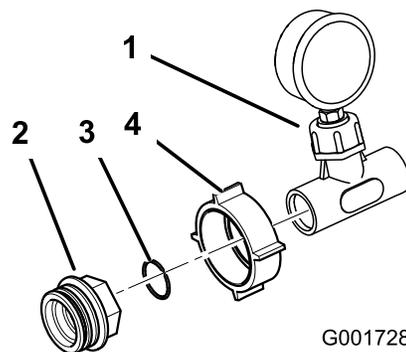

Figura 15
15. Instale a porca de plástico grande no indicador de pressão e T. Instale um anel de retenção de plástico e adaptador no conjunto como se mostra em Figura 15.